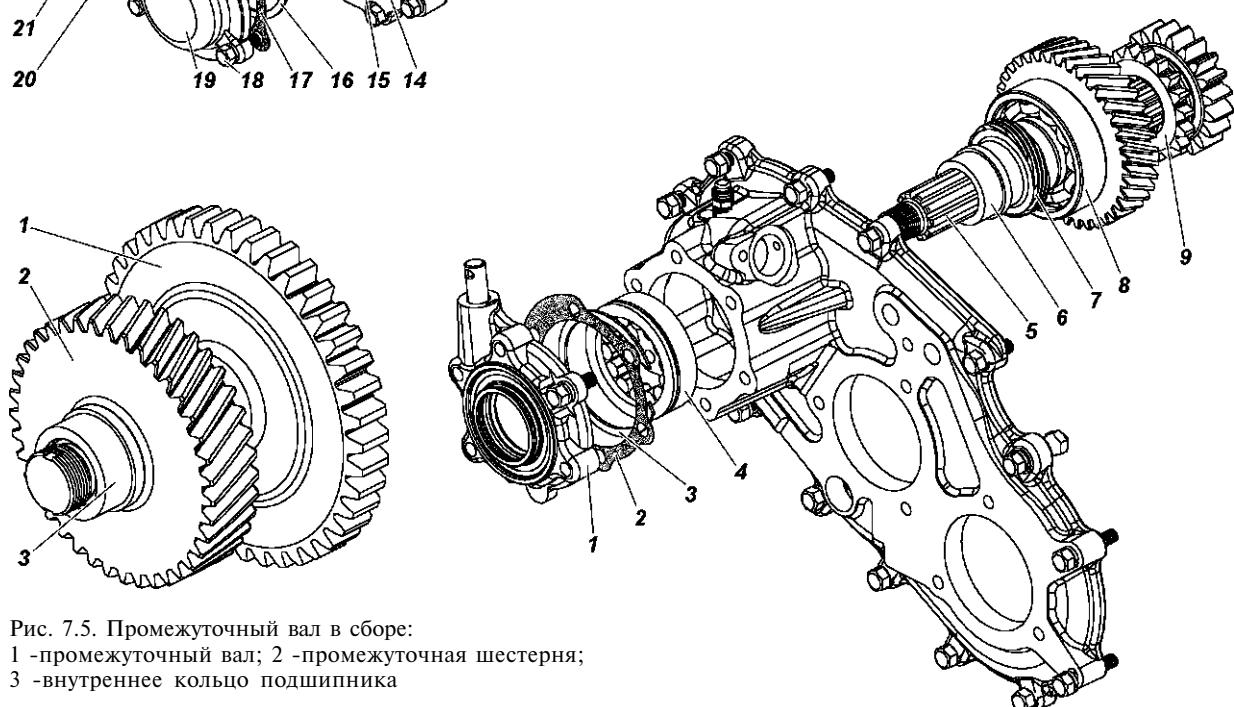

Рис. 7.5. Промежуточный вал в сборе:
Съемником выпрессуйте промежуточную шестерню 2 (рис. 7.5) совместно с внутренним кольцом 3 подшипника.
- Напрессуйте промежуточную шестернию 2 (см. рис. 7.5) на промежуточный вал 1.